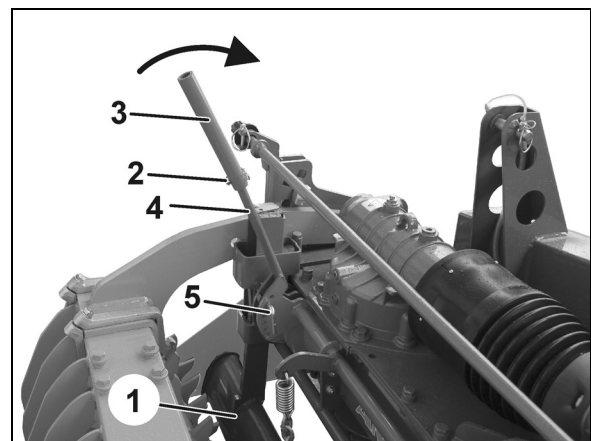

Fig. 33
Die Planierschiene bei der konventionellen Bestellsaat so in der Arbeitshöhe einstellen, dass immer ein kleiner Erdwall zur Planierung bestehender Unebenheiten vorgeschoben wird. Bei der Mulchsaat kann die Planierschiene (Fig. 33/1) in oberster Stellung positioniert werden.
1. Klappstecker (Fig. 33/2) lösen
2. Hebelverlängerung (Fig. 33/3) von Hebel (Fig. 33/4) abziehen
5. Durch Abstecken mit Bolzens (Fig. 33/5) in Lochgruppe die gewünschte Höhe der Planierschiene einstellen.